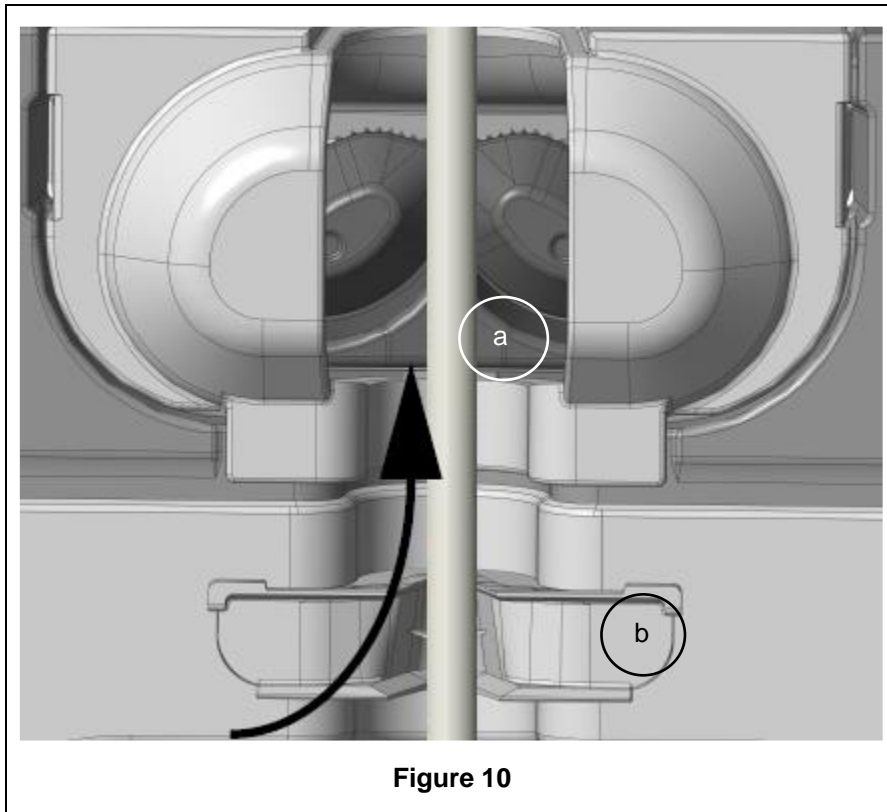

Figure 10
3. Le câble de la sonde est maintenu en place dans la chambre de désinfection par deux pinces (voir Figure 10).